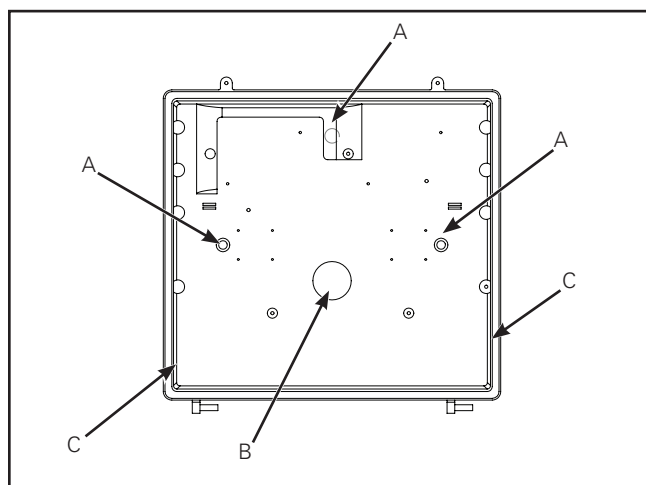

Figura 2
2. Prepare la placa trasera para montaje perforando o calando los orificios necesarios. (Figura 2)
La placa trasera tiene una plantilla de perforación incorporada para que coincida con cualquier caja de derivación empotrada estándar, tres expulsos de 5/8" para los orificios de montaje A y tres orificios roscados 1/2" NSP D para el conducto de superficie o la unidad de fotocontrol. (Figura 2)